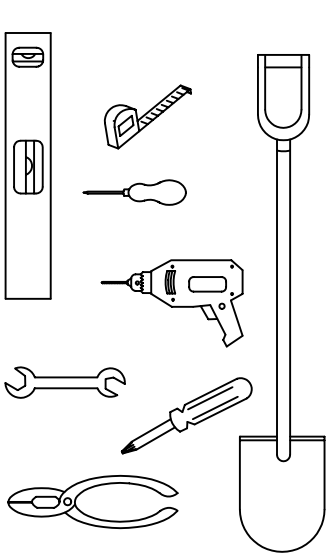

FIG. 1
- 1. WEATHER WARNING ! DO NOT ERECT YOUR BUILDING ON A WINDY DAY. ANY BUILDING LEFT PARTIALLY CONSTRUCTED MAY BE SERIOUSLY DAMAGED (FIG.1).**
- 3. ALL ASSEMBLY OPERATIONS MUST TAKE PLACE ON A COMPLETELY LEVEL SURFACE (FIG. 1)**
- 1. TEMPÊTE DE VENT: NE JAMAIS MONTER VOTRE ABRÍ PAR GRAND VENT. NE PAS LAISSER UN ABRÍ PARTIELLEMENT MONTÉ, LES PIÈCES POUVANT ÊTRE ENDOMMAGÉES (FIG. 1).**
- 3. TOUTES LES OPÉRATIONS DE MONTAGE DOIVENT ÊTRE RÉALISÉES SUR UNE SURFACE PLANE (fig 1).**
- 1. AVISO DE TEMPESTADE! NÃO PROCEDA À MONTAGEM DO SEU ABRIGO NUM DIA VENTOSO. QUALQUER ABRIGO DEIXADO PARCIALMENTE MONTADO PODE FICAR SERIAMENTE DANIFICADO (FIG. 1).**
- 3. TODAS AS OPERAÇÕES DE MONTAGEM DEVEM SER EFECTUADAS NUMA SUPERFÍCIE COMPLETAMENTE NIVELADA (FIG. 1).**
1. PRESTE ATENCIÓN A LA METEOROLOGÍA. NO INTENTE LEVANTAR EL EDIFICIO EN UN DÍA DE VIENTO. CUALQUIER COMPONENTE QUE QUEDE A MEDIO MONTAR PUEDE SUFRIR DAÑOS IMPORTANTES. (FIG. 1).
3. TODAS LAS OPERACIONES DE MONTAJE DEBEN DE REALIZARSE SOBRE UNA SUPERFICIE TOTALMENTE PLANA Y AL MISMO NIVEL. (FIG. 1)